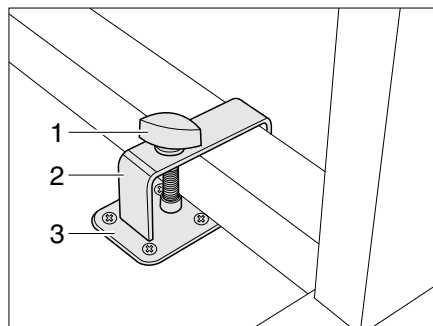
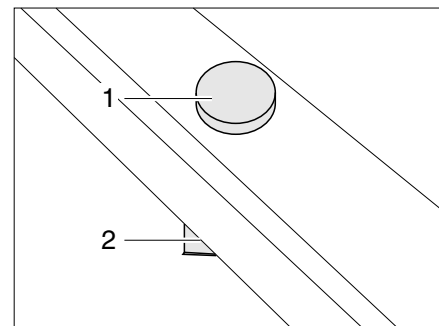

Bild 54 Arretierung Schwenktisch mit Metallgestell
Bild 55 Arretierung Schwenktisch mit Kunststoffgestell
- Schwenktisch neben die Halterung (Bild 54,3) bzw. auf die Halterung (Bild 55,2) stellen.
- Den Bügel (Bild 54,2) mit der Halteschraube (Bild 54,1) über den Tischfuß legen.
- Den Bügel und ggf. den Schwenktisch so verschieben, dass die Halteschraube (Bild 54,1 bzw. Bild 55,1) in die Halterung (Bild 54,3 bzw. Bild 55,2) geschraubt werden kann.